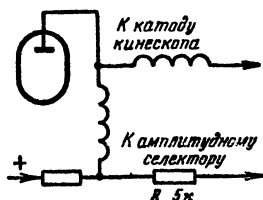

Рис. 32. Схема, показывающая место подключения управляющей сетки лампы амплитудного селектора к анодной цепи лампы видеоусилителя.
**Л.** — Потому что в большинстве современных телевизоров синхронизирующий сигнал берут из анодной цепи лампы видеоусилителя (рис. 32). Неисправность этого усилителя, о котором можно, естественно, судить по качеству изображения, может существенно повлиять на устойчивость синхронизации.